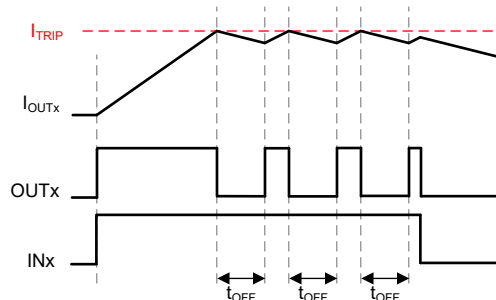

図 6-4. グランドに接続された誘導性負荷、固定オフ時間電流のチョッピング
- 図 6-4 に示すシナリオでは、INx = 1 のとき、 I_{OUT} が I_{TRIP} を超えた後で、ローサイド MOSFET が期間 t_{OFF} だけオンになります。 t_{OFF} が経過すると、再度 I_{OUT} が I_{TRIP} を超えるまで、ハイサイド MOSFET が再度オンになります。